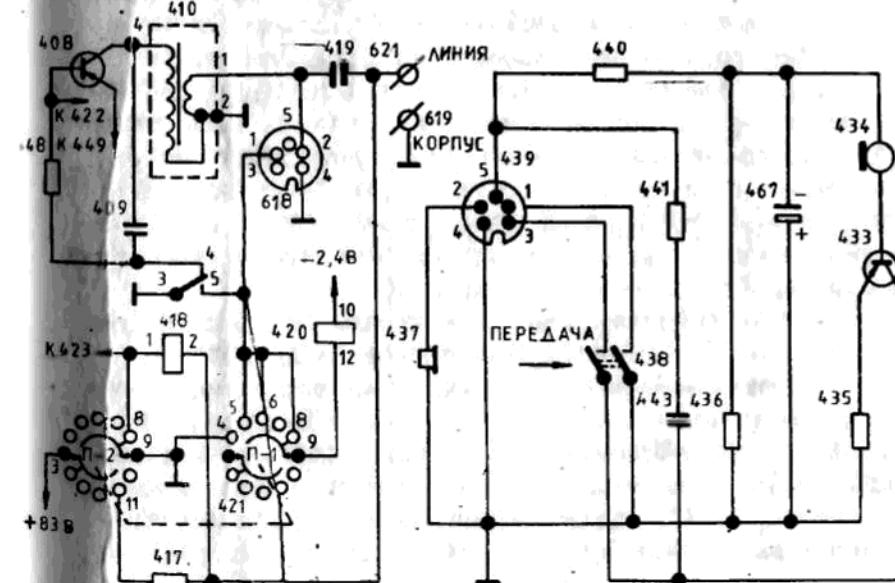

Рис. 7. Упрощенная принципиальная схема блока низкой частоты при положении переключателя (421) "РАДИО" 41
жим "ЛИНИЯ" радиостанции, далее ток идет через конденсатор (419), обмотку трансформатора (410), корпус и далее через зажим "КОРПУС", второй провод линии - к телефонному аппарату. Со вторичной обмотки трансформатора звуковое напряжение обычным путем поступает на вариакап частотного модулятора и модулирует передатчик. При отжатом разговорном клапане цепь питания реле (418) размыкается - радиостанция переходит на прием. Выходное напряжение приемника с обмотки трансформатора (410) через конденсатор (419) поступает на зажим "ЛИНИЯ" и далее - на телефонный аппарат. При выключении дистанционного управления переключатель (421) необходимо поставить в положение "РАДИО". Упрощенная принципиальная схема для данного случая приведена на рис. 7.